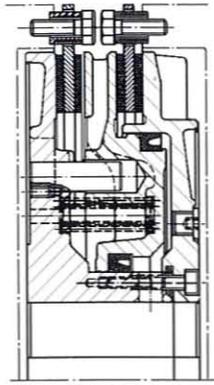

Abb. 2 LKB
4.1.1 Einbau der bremssseitigen Reibscheibe (6) bei der Bauart LKB (Abb. 2, 3, 4)
4.1.2 Einbau der kupplungsseitigen Reibscheibe (5) bei den Bauarten LKB, LKBBZ und LKBBZU (Abb. 2, 3, 4, 8, 9)